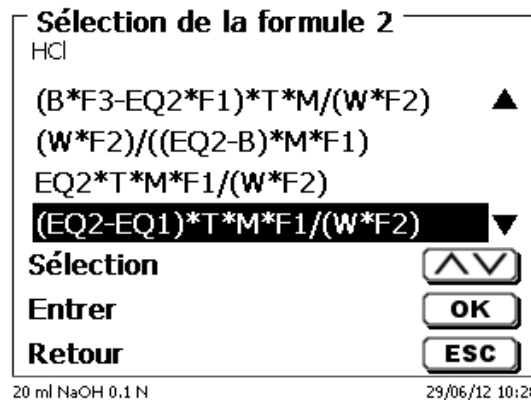

Fig. 105
Avec la deuxième formule, on sélectionne la formule de calcul pour le deuxième point d'inflexion (EQ) (Fig. 105).